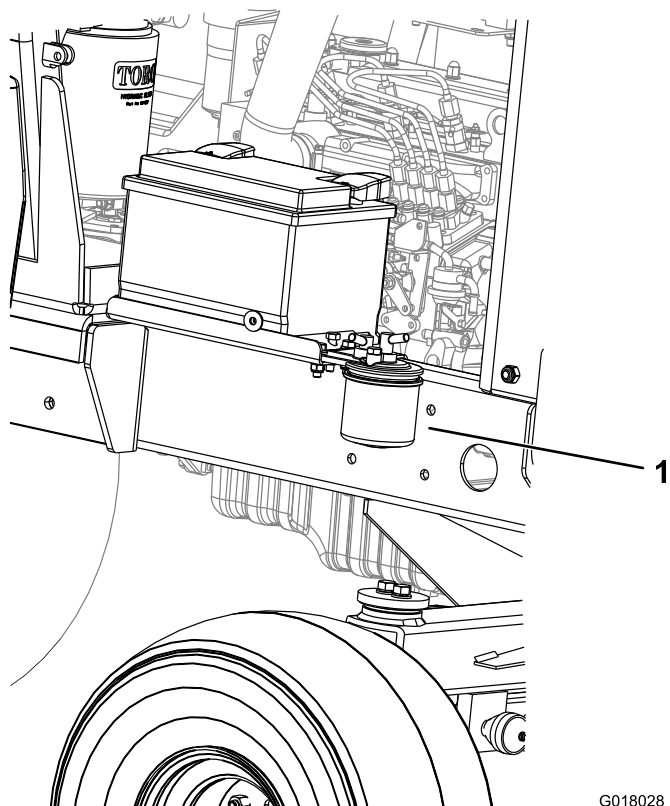

Bild 57
1. Stellen Sie einen sauberen Behälter unter die Kraftstofffilterglocke (Bild 57).